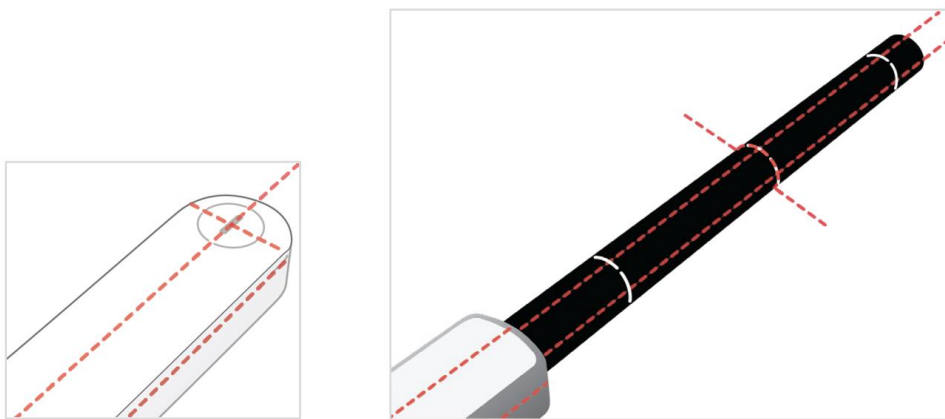

Figura 1: Posicionamento dos sensores RaySafe X2 no isocentro.
1. Posicione o **sensor X2 R/F** no isocentro, conforme mostrado na Figura 1. Certifique-se de que a área do sensor R/F possa ser completamente exposta.
3. Troque para o **sensor X2 CT**. Posicione-o no isocentro, como mostrado na Figura 1. Certifique-se de que todo o feixe esteja dentro das marcações externas de 10 cm no sensor CT durante toda a exposição.
1. Posicione o **sensor X2 R/F** no isocentro, conforme mostrado na figura 1. Certifique-se de que a área do sensor R/F possa ser totalmente exposta.
4. Troque para o **sensor X2 CT**. Posicione-o no isocentro, conforme mostrado na figura 1. Certifique-se de que todo o feixe esteja dentro das marcações externas de 10 cm no sensor CT durante toda a exposição